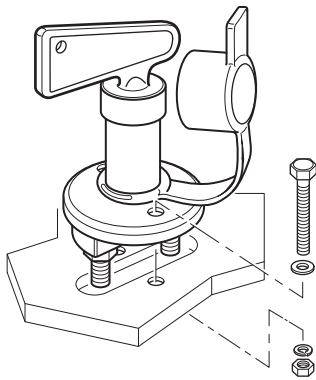

Abb. 48
- ▶ Batterietrennschalter an geeigneter Stelle im Fahrzeug einbauen und mit den mitgelieferten Schrauben befestigen (Abb. 48).